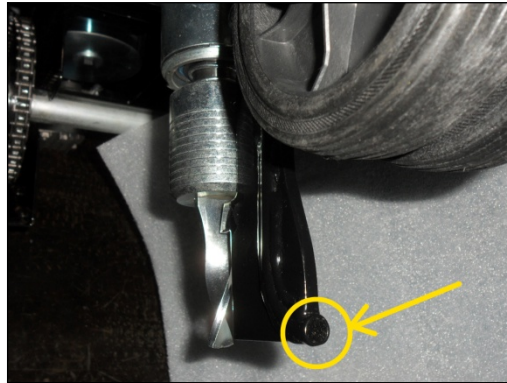

Fig. 2
- Controllare l'integrità del foro di uscita del cavo perimetrale dalla pinna di interrimento (Fig. 2). Controllare in particolare che non ci siano tagli lungo tutto il contorno del foro e che lo stesso non presenti un bordo affilato o frastagliato. Nel caso di presenza di danni, occorre sostituire la pinna, codice 7456.